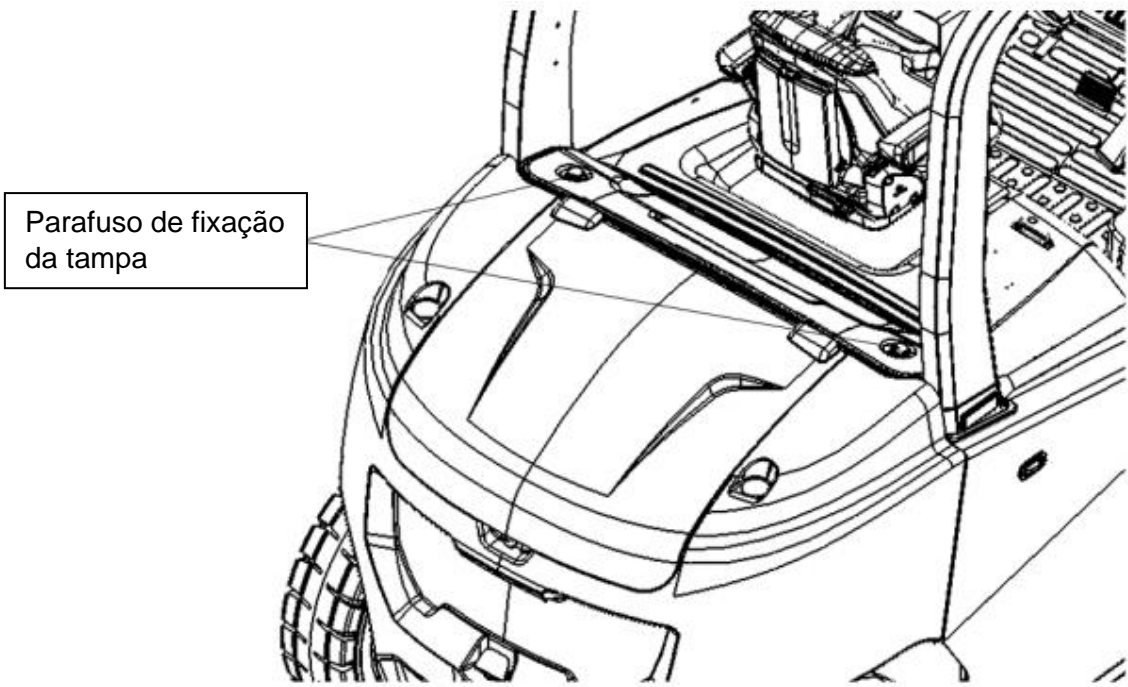

Figura 3.1.7
- (1) Remova a proteção do operador, assento e bateria de acordo com as etapas mencionados acima;
- (2) Remova os parafusos de montagem da placa de cobertura na estrutura a placa de cobertura e cobertura de contrapeso da carroceria do veículo, conforme figura 3.1.7;